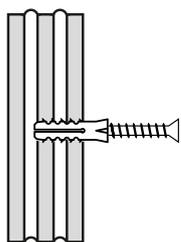

Fig. 5
- Per i pannelli Alfa di spessore cm 12 e 15 che sono costituiti da due ordini di fori e pertanto con tre pareti, per ottenere la massima resistenza, occorre forare due pareti e poi introdurre i tasselli, siano essi ad espansione o con la resina, della lunghezza adatta a fare aderenza sulle due pareti. (Fig. 5 e 6)
- Per le pareti di spessore cm 7,5 utilizzare i tasselli di lunghezza cm 6. Per le pareti di spessore cm 10 utilizzare i tasselli da cm 8. Con l'utilizzo dei tasselli con resina non è previsto l'uso del tubo forato in plastica (B) in quanto la resina (C) va applicata direttamente nel foro ripulito dalle polveri generate dalla foratura.